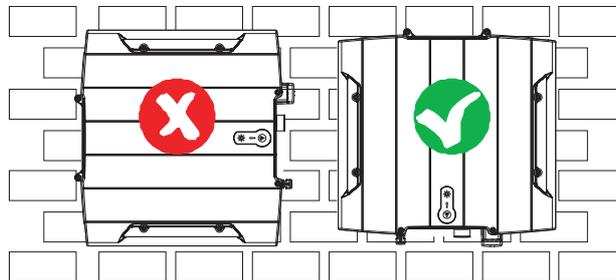

Figure 4-2
- Monter le Soladin verticalement sur un mur solide. (Figure 4-2).